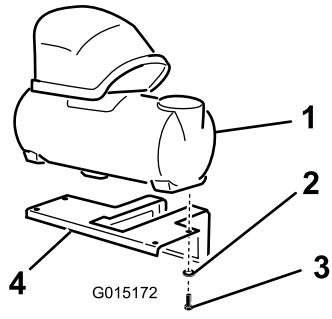

Figura 3
- Collocate il gruppo serbatoio della schiumogeno sulla staffa di montaggio come illustrato (Figura 3).